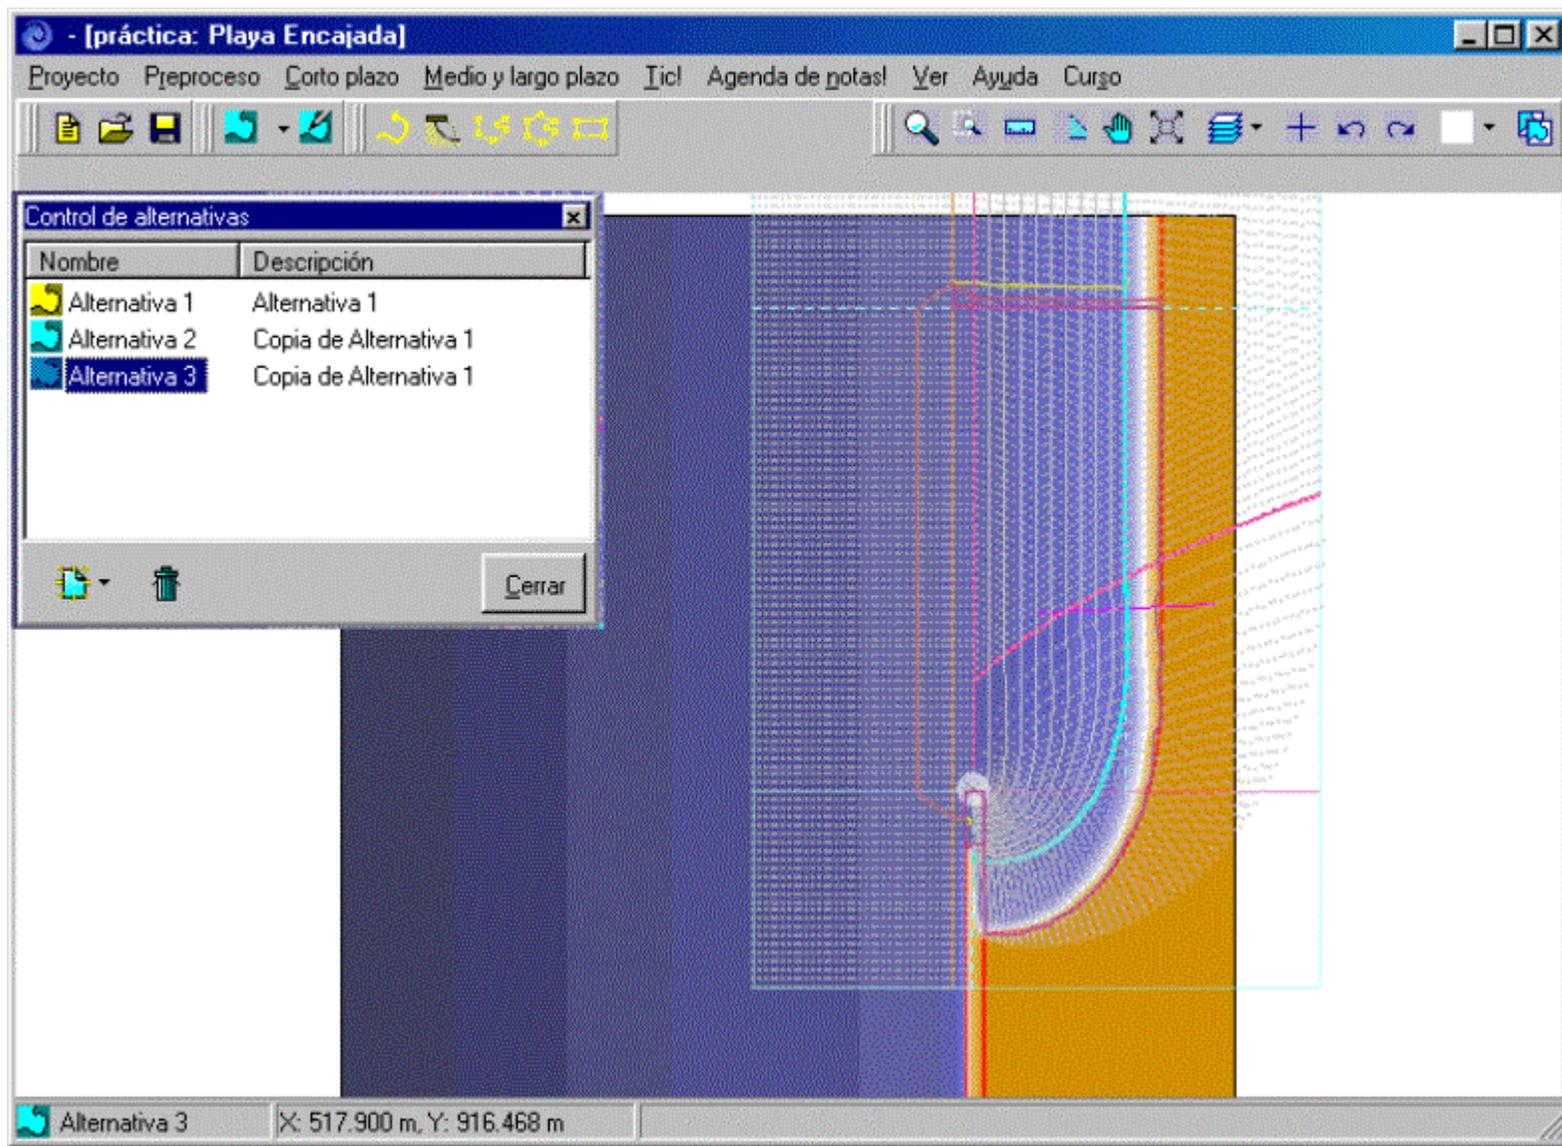

Figura 7.17
- De otra manera, si deseamos copiar el “plano de trabajo” de la alternativa1, volvemos de nuevo a la alternativa1 mediante el “control de alternativas”, respetamos el mismo procedimiento y seleccionamos copiar “Plano de trabajo”; como resultado se copian todos los polígonos, playas y costas en la nueva alternativa3, tal como se muestra en la figura 7.17;